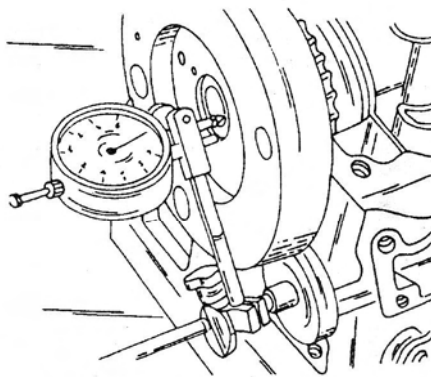

Рис. 281. Контроль осевого люфта коленчатого вала.
- Установить перед передней частью блока цилиндров стрелочный индикатор со стойкой таким образом, чтобы измерительный палец индикатора упирался в крайнюю цапфу коленчатого вала. Нажать отверткой на коленчатый вал в одну сторону, выставить нуль стрелочного индикатора, и надавить на вал в другую сторону. Показания индикатора (рисунок 281) дают осевой люфт коленчатого вала, который следует записать для последующей установки. При превышении значения 0,50 мм это должно быть учтено при монтаже. Средняя опора имеет две регулировочные шайбы слева и две справа для регулировки осевого люфта. Если он слишком велик, могут быть установлены новые шайбы, однако следует устанавливать шайбы одинаковой толщины с обеих сторон.